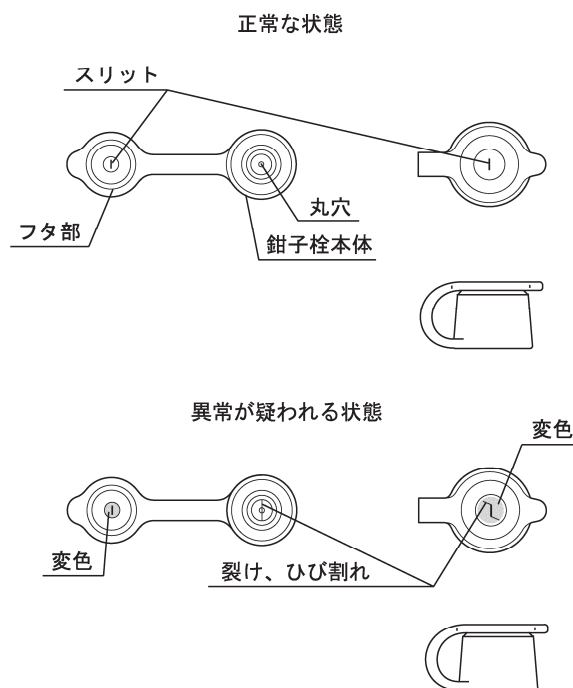

図 2
- 鉗子栓のフタ部のスリットまたは鉗子栓本体の丸穴に裂け、ひび割れ、変形、変色などの異常がないことを目視で確認すること（図 2 参照）。